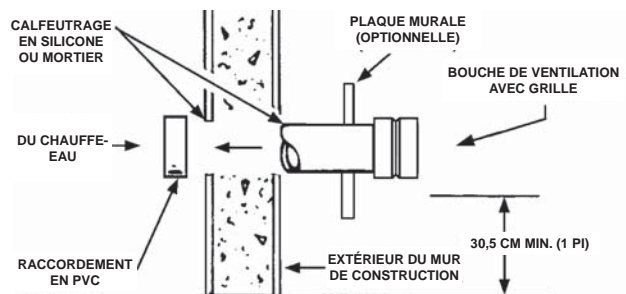
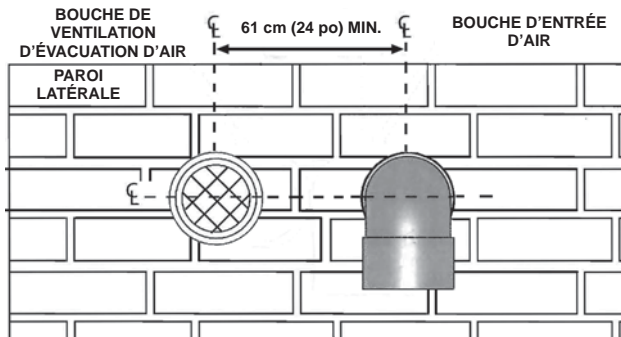
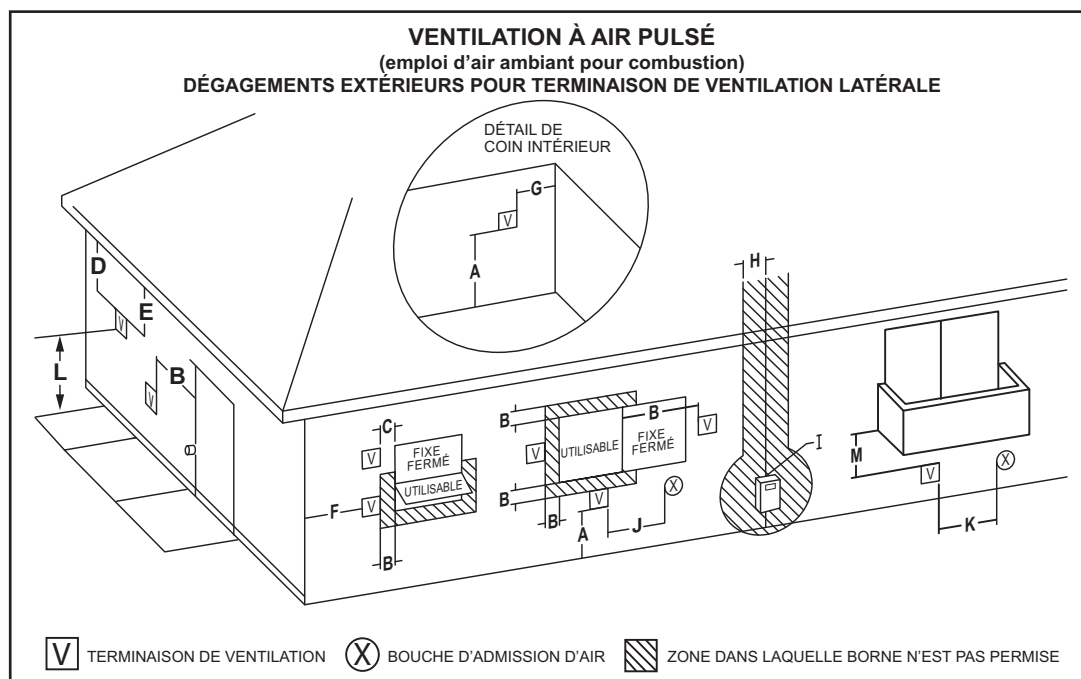
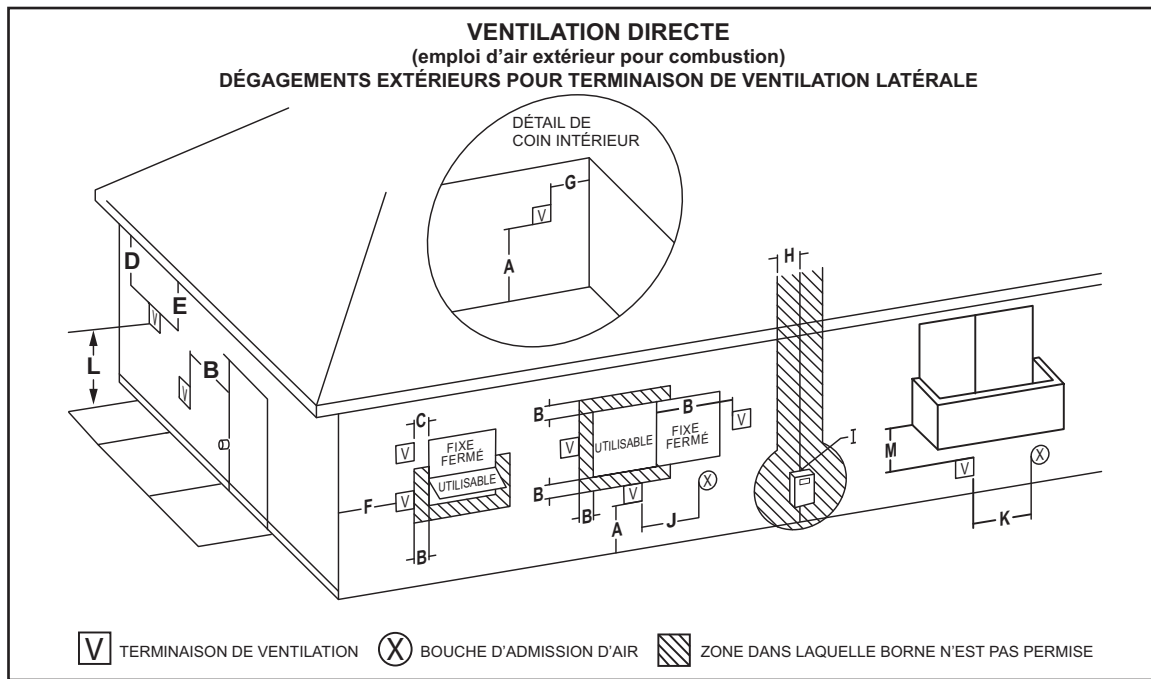

Figure 12 : TERMINAISON DE VENTILATION
Figure : 13A
Figure : 15
Figure : 16
2. Terminaison à travers le mur - terminaison de ventilation horizontale directement à travers un mur extérieur, voir « Figure 12 : TERMINAISON DE VENTILATION » à la page 26.
La ventilation directe dans des espaces clos tels que les allées, les atriiums, et les coins intérieurs peut entraîner une recirculation des gaz de combustion. La recirculation de gaz de cheminée développera de la suie et du gel dans l'entrée d'air à combustion lors des temps très froids. Pour éviter la recirculation des gaz de combustion, maintenir autant de distance que possible entre l'entrée d'air de combustion et la bouche d'évacuation d'air, consulter « Figure : 15 » et « Figure : 16 » à la page 28 et la page 29 respectivement.
La première étape est de déterminer où le tuyau de ventilation se terminera. Voir Figure 12, « Figure : 13A », et « Figure : 14 ». La ventilation pourrait se terminer à travers une paroi latérale tel qu'illustré dans la Figure 12 et « Figure : 14 » ou à travers le toit tel qu'illustré dans la « Figure : 15 » et « Figure : 16 ».
Le réseau de tuyaux de ventilation doit se terminer de manière à ce que les dégagements appropriés soient maintenus tel que mentionné dans les codes locaux ou l'édition courante du Code d'installation du gaz naturel et du propane (CAN/CSA B149.1). Voir « Figure : 15 » et « Figure : 16 ».
Les instructions concernant une installation appropriée à travers une paroi latérale sont fournies à la Figure 12, « Figure : 13A », et « Figure : 14 ».
Couper une longueur de tuyau d'environ 8,9 cm (3,5 po) plus long que l'épaisseur du mur à l'ouverture. Coller la bouche de ventilation à cette section du tuyau. Glisser la plaque du mur par-dessus le tuyau pour qu'elle s'arrête contre la bouche de ventilation. Placer un cordon de calfeutrage (non fourni) autour de l'écart entre le tuyau et la plaque-couvercle. En mettre suffisamment pour combler un peu d'écart entre le tuyau et la paroi. Placer une quantité du calfeutrage sur l'arrière de la plaque pour la tenir contre la paroi après l'installation. Si le tuyau de ventilation est installé pour arriver jusqu'au mur, avec un accouplement sur l'extrémité contre l'ouverture du mur, le tuyau à la bouche de ventilation peut être préparé pour être collé avant de l'insérer à travers le mur. Glisser le tuyau à travers le mur et l'insérer dans l'accouplement sur l'autre côté du mur, en s'assurant que la bouche de ventilation finit par se pointer dans la bonne position, voir la Figure 12.
- Si le tuyau d'entrée d'air est installé pour arriver jusqu'au mur, avec un accouplement sur l'extrémité contre l'ouverture du mur, le tuyau avec la bouche d'entrée d'air peut être préparé pour être collé avant de l'insérer à travers le mur. Glisser le tuyau à travers le mur et l'insérer dans l'accouplement sur l'autre côté du mur, en s'assurant que la bouche d'entrée d'air finisse pointée dans la bonne position (Figure 13A et Figure 14).